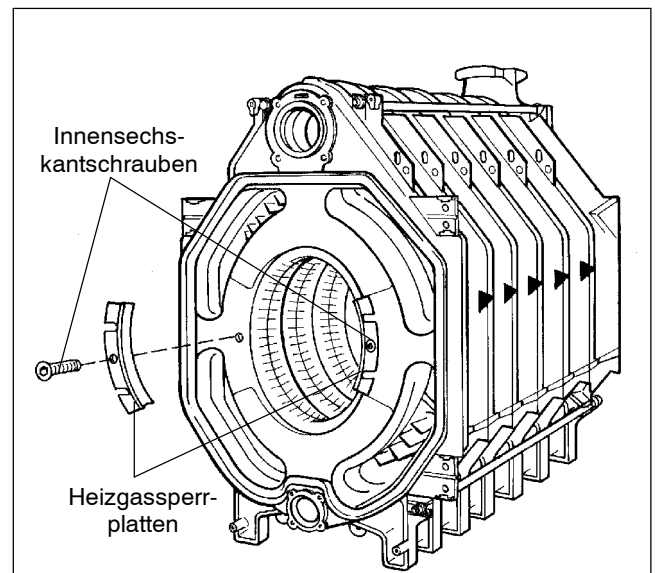

Abb. 59
- Die Innensechskantschraube in der Heizgassperrplatte lösen und die Heizgassperrplatte links und rechts entfernen (Abb. 59).